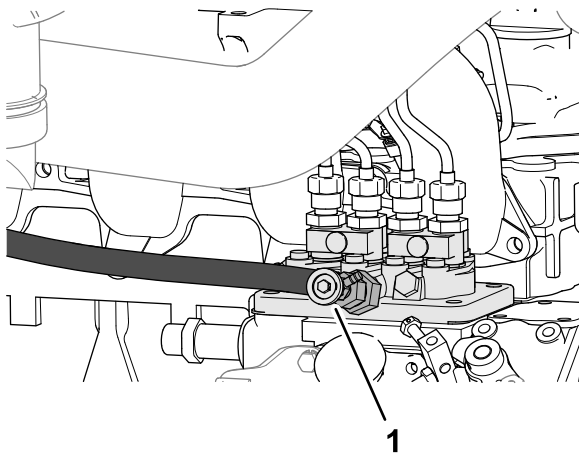

Figura 80
4. Abra o parafuso de extração de ar na bomba de injeção de combustível (Figura 80).